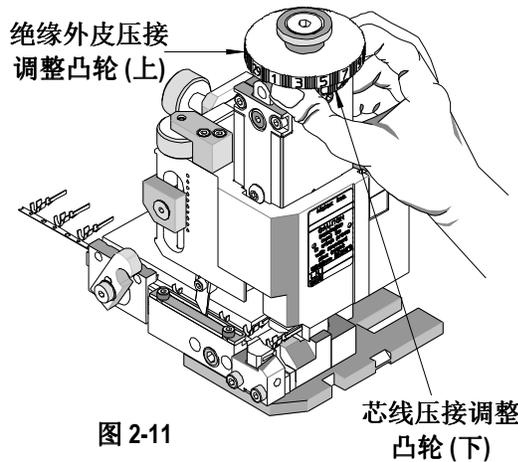

图 2-11
4. 通过旋转芯线压接调整凸轮，可调整好芯线压接压接高度。参阅图 2-11。总调整高度为1.80毫米 (0.071英寸)，每一档可调整大约 0.015毫米 (0.0006英寸)。“A” 设定对应最松的压接高度，“N” 设定则对应最紧的压接高度。若发现压接高度不当，可旋转凸轮调整。参阅第 2.1 节“闭合高度”。压接工具不需要加垫片。